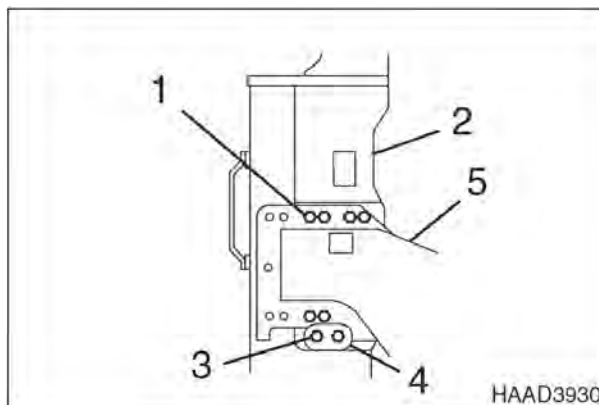

Рис. 5
- Снять шесть болтов, жесткие шайбы и прокладки (1, рис. 5) с вытягиваемой боковой рамы (2).
**ПРИМЕЧАНИЕ:** Не ослаблять два болта (3, рис. 5) на направляющей (4).
**ПРИМЕЧАНИЕ:** Повторить действия на другой опоре центральной рамы (5, рис. 5).